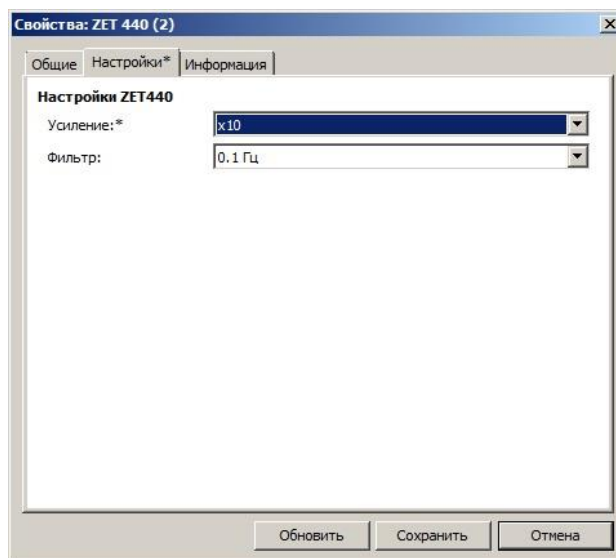

Рис. 1.5 Вид вкладки «Настройки»
3. Во вкладке «Настройки» усилителя заряда ZET 440 установить коэффициент усиления согласно Рис. 1.5.